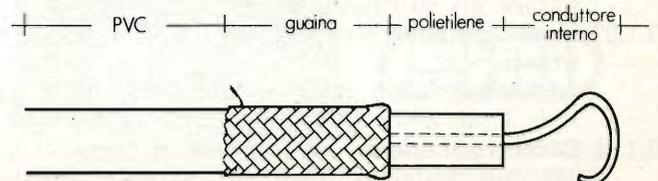

Fig. 12.1.1 - Corretto ancoraggio di un cavo coassiale su morsetto a vite.
- 1 - il conduttore interno deve essere piegato per formare un anello completo intorno alla vite, come indicato in Fig. 12.1.1. Se ciò non viene fatto e il conduttore interno lasciato diritto, e quindi fatto passare sotto un lato della rondella, nel bloc-